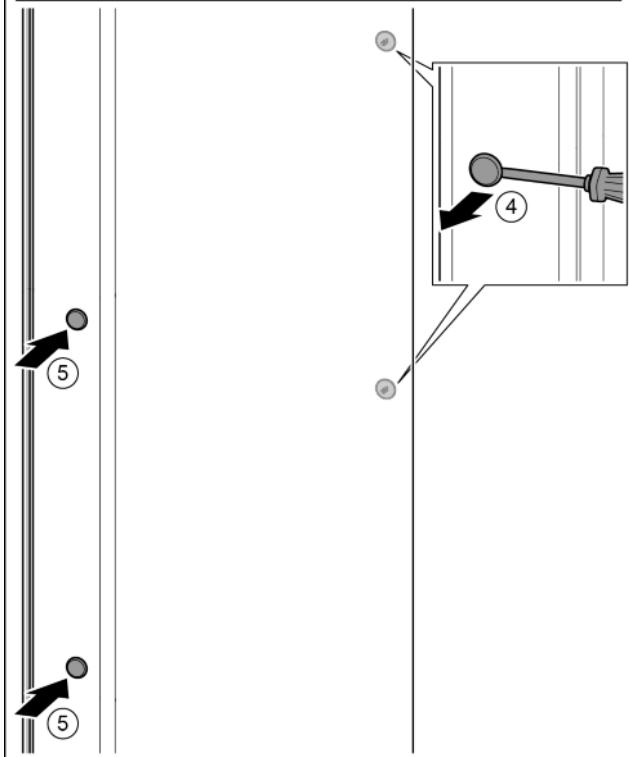

Fig. 16
- ▶ Снять крышку. Fig. 16 (1)
- ▶ Выкрутить винты отверткой Т15. Fig. 16 (2)
- ▶ Снять ручку. Fig. 16 (3)
- ▶ Осторожно приподнять шлицевой отверткой боковые заглушки и вынуть их. Fig. 16 (4)
- ▶ Заглушки снова вставить с другой стороны. Fig. 16 (5)